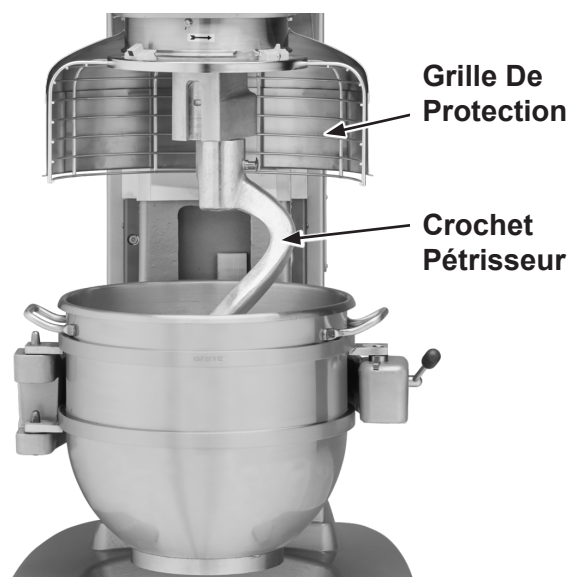

Fig. 12
5. Placez l'agitateur à l'intérieur du bol, puis fixez-le à la tige pour agitateur (fig. 12).